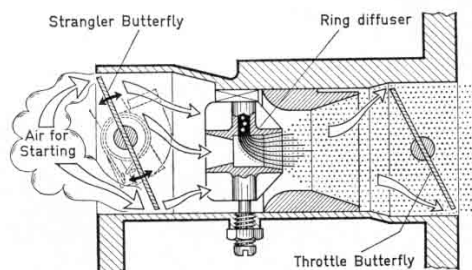

Fig. 15 Semi-Automatic Strangler
b) Semi-Automatic Strangler (Fig. 15)